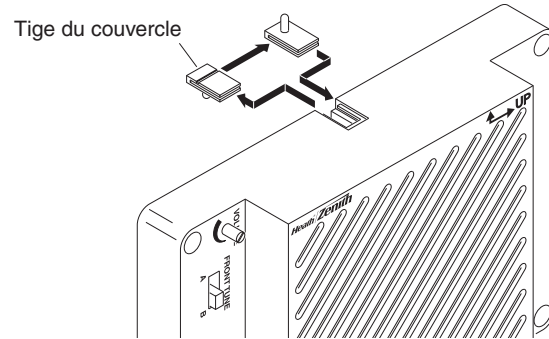

Figure 3 - Retournement de la tige avec un couvercle suspendu
- **Couvercle suspendu** : Enlevez, retournez, puis ré-installez la tige du couvercle (voir la Figure 3). Suspendez ensuite le couvercle sur la tige.